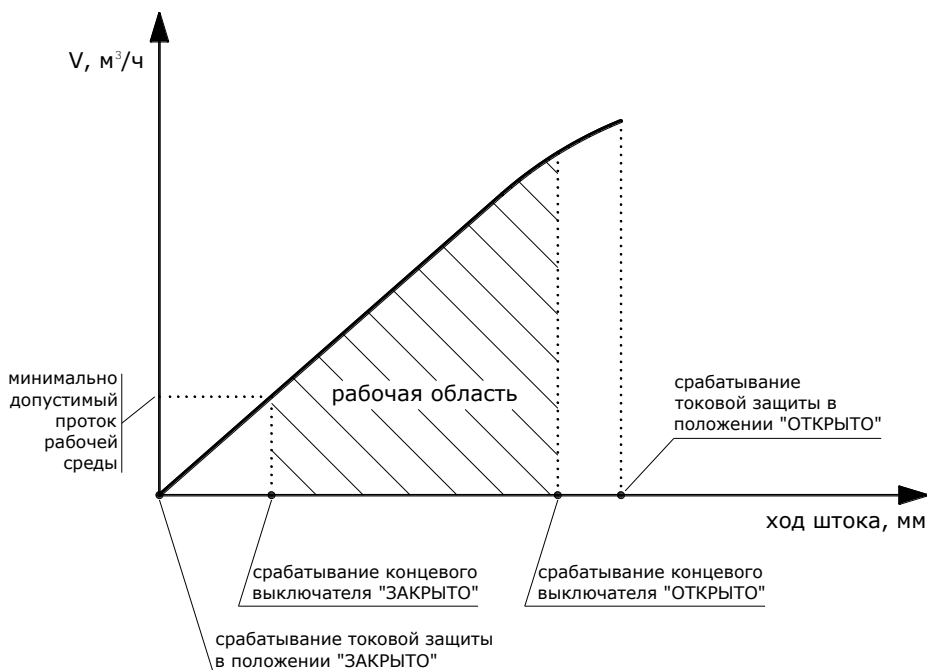

Рис. 6.3
График, иллюстрирующий срабатывание токовой защиты и концевых выключателей при работе клапана с установленным минимально допустимым протоком рабочей среды (для системы отопления), приведен на рис. 6.3.
1. В автоматическом режиме установить шток в положение, обеспечивающее минимально допустимый проток рабочей среды (см. рис. 6.3).